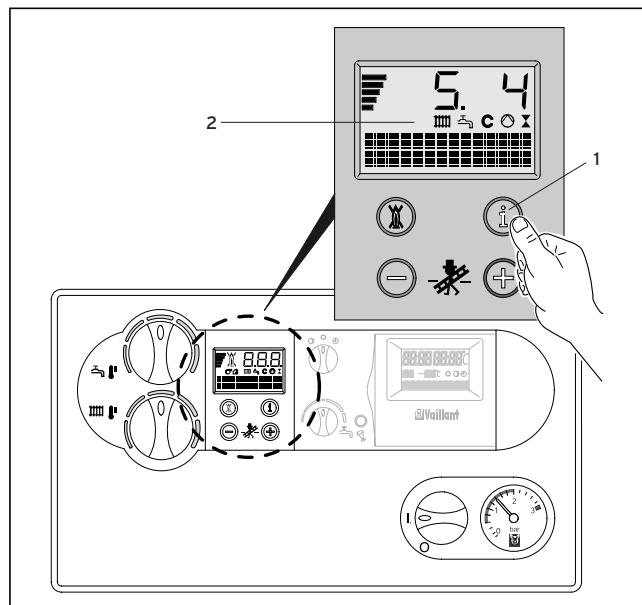

Fig. 3.9 Statusindikeringer
3.5 Statusindikeringer (fig. 3.9) (For vedlikeholds- og servicearbeid utført av fagfolk)
- Statusindikeringene aktiveres ved å trykke på tasten «i» (1).